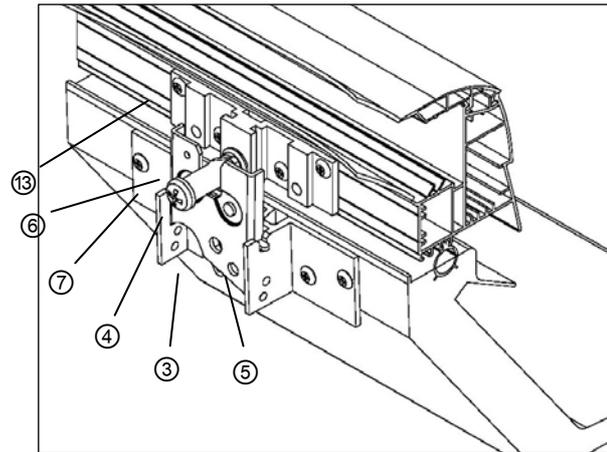

Bild 3
1. Hebel ③ nach links drücken und das Fallenschloss ④ entriegeln (*Bild 3*).
2. Befestigungsschraube ⑤ lösen und Fallenschloss ④ herausnehmen (*Bild 3*).
3. Verriegelungsbolzen inklusive Kunststoff – Distanzbuchse ⑥ durch Lösen der Kreuzschlitzschraube M8 ⑦ entfernen (*Bild 3*).